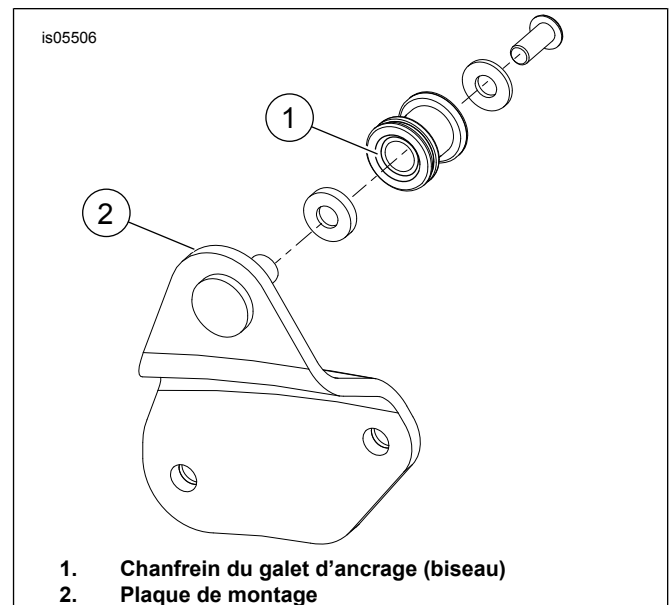

Figure 1. Installation du galet d'ancrage
2. Voir Figure 1. Le galet d'ancrage doit être fixé à la plaque d'ancrage (2) avec le chanfrein (1) tourné vers la plaque et le côté plat vers l'extérieur.